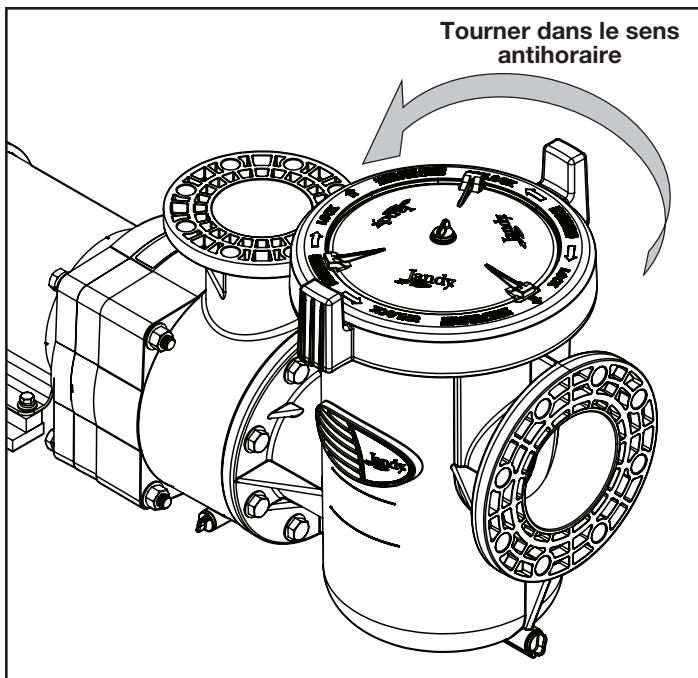

Figure 8. Déverrouiller l'anneau de blocage
4. Vérifier qu'une section de tuyau rectiligne, avec une longueur équivalant à cinq fois son diamètre, est installée entre le côté aspiration de la pompe et le premier coude. Reportez-vous à la Figure 8.
- Suivre les repères sur la bague de verrouillage. À l'aide des deux poignées, tourner lentement la bague de verrouillage dans le sens antihoraire jusqu'à ce que le couvercle et la bague de verrouillage se désengagent du corps de pompe. Reportez-vous à la Figure 8.